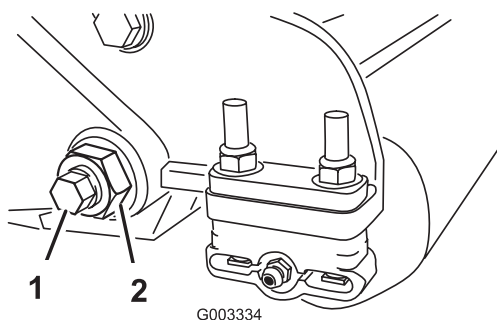
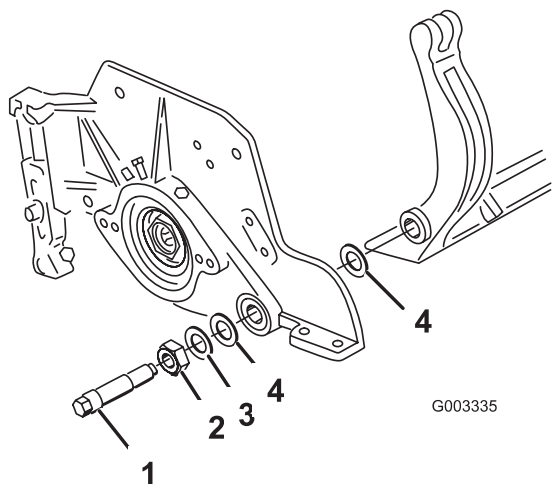

Bild 22
Bild 23
3. Lösen Sie an jeder Seite der Maschine die Klemmmutter, mit der die Schraube des Untermesserträgers befestigt ist (Bild 22).
4. Nehmen Sie jede Schraube des Untermesserträgers ab, damit der Untermesserträger nach unten gezogen und von der Maschine entfernt werden kann (Bild 22). Bewahren Sie die beiden Nylon- und die beiden Scheiben aus gestanzten Stahl an jedem Ende des Untermessers auf (Bild 23).
2. Befestigen Sie den Untermesserträger mit den Untermesserträgerschrauben (Muttern an den Schrauben) und den sechs Scheiben an jeder Seitenplatte. Legen Sie eine Nytonscheibe an jede Seite des Seitenplattenansatzes. Legen Sie eine Stahlscheibe außen auf jede Nytonscheibe (Bild 23). Ziehen Sie die Schrauben des Untermesserträgers auf 37–45 Nm an. Ziehen Sie die Sicherungsmuttern an, bis sich die Stahlscheibe außen nicht mehr dreht und kein Spiel am Ende vorhanden ist, ziehen Sie jedoch nicht zu stark an oder verbiegen Sie die Seitenplatten. Die Scheiben innen können einen Abstand aufweisen.